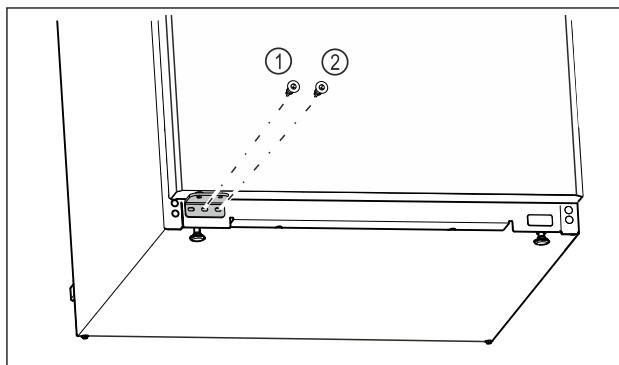

Fig. 17
- ▶ Srednji vijak ležajnog postolja Fig. 17 (1) pritegnite odvijačem Torx 20.
- ▶ Unutarnji vijak ležajnog postolja Fig. 17 (2) pritegnite odvijačem Torx 20.